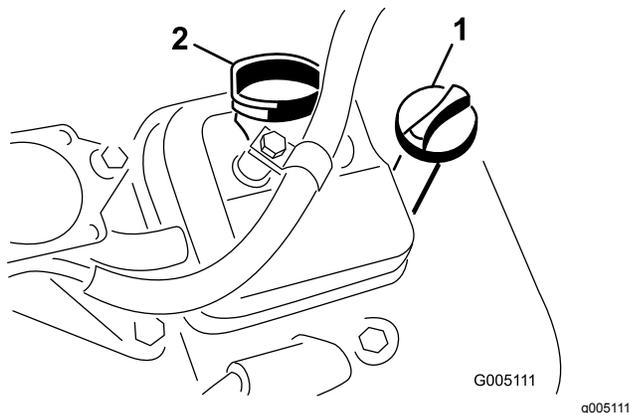

Рисунок 30
3. Вставьте и заверните масломерный щуп в трубку для щупа (Рисунок 30).